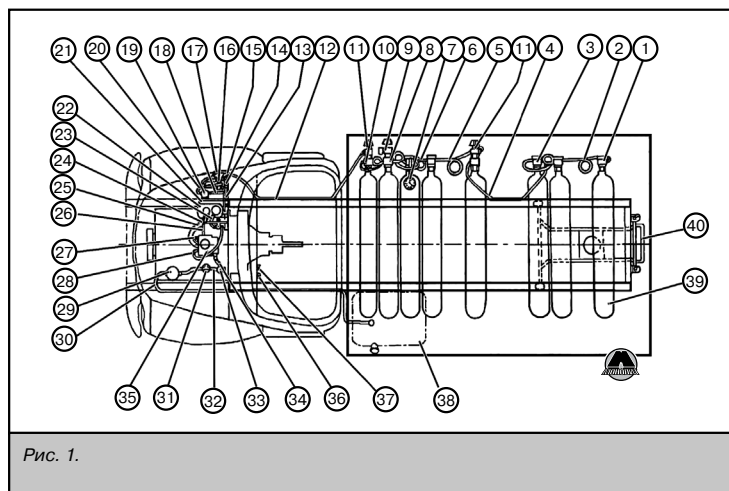

Рис. 1.
Принципиальная схема газобаллонной установки приведена на рис. 1.
Баллоны газовые (рис.1 (39)) предназначены для хранения, возимого на автомобиле сжатого природного газа. Рабочее (номинальное) давление в баллоне - 20 мПа (200 кгс/см2).